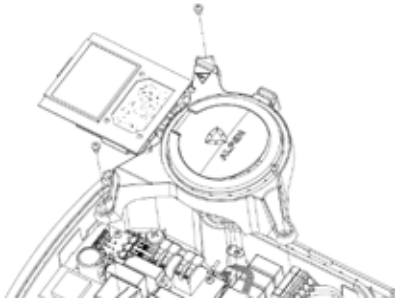

Abbildung 6: Unterbau abnehmen
8. Entfernen Sie den transparenten Unterbau, indem Sie die drei Torx T20 Schrauben lösen. Siehe Abbildung 6